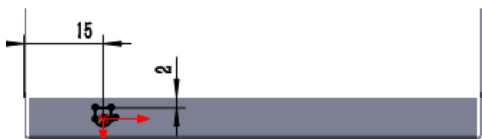

图 11.3.37 编辑草图
(4) 编辑草图，如图 11.3.37 所示，退出草图环境。